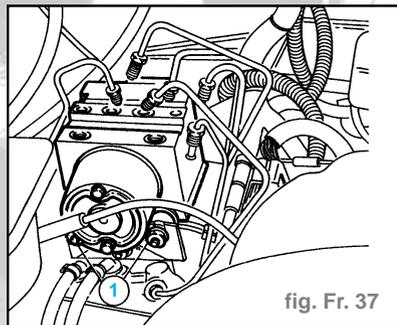

fig. Fr. 37
- Déplacer les canalisations de freins, ensuite desserrer les écrous Avant (1) et l'écrou Arrière (2) de fixation du groupe hydraulique de commande, ensuite l'enlever du compartiment moteur (fig. Fr. 37 et 38).